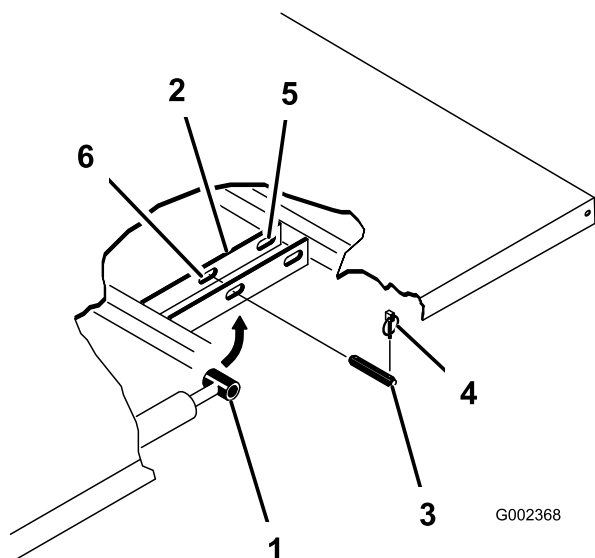

Рисунок 3
4. Удалите шплинты с кольцом из наружных концов шплинтуемых штифтов на штоках гидроцилиндров (Рисунок 3).
5. Снимите шплинтуемые штифты, которые крепят концы штоков цилиндров к монтажным пластинам кузова, протолкнув штифты в сторону осевой линии автомобиля (Рисунок 3).